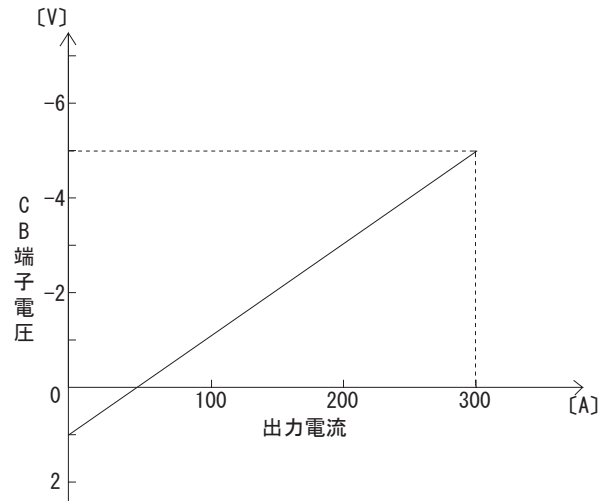

図 6.1 出力電流 - CB 端子電圧
■ CB 端子電圧と出力電流の関係は、図 6.1 のようになります。図 6.1 は、PBA1500F-5 での代表特性を示しています。他製品の特性につきましては、お問い合わせください。
なお、図 6.1 から得られる出力電流値はあくまで目安です。